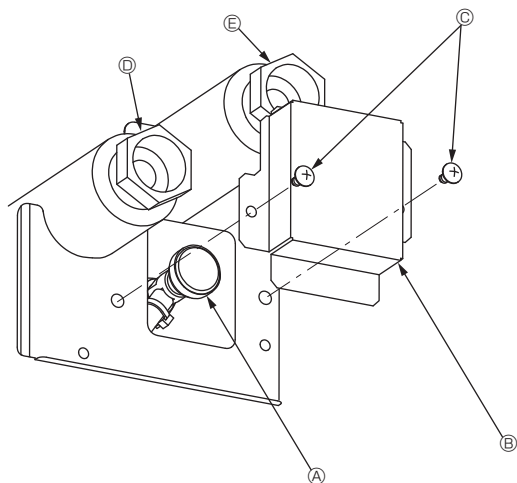

Fig. 7-1
7.2.2. Das Entlüftungsventil der Innenanlage (Fig. 7-1)
- ① Die Abdeckung des Entlüftungsventils entfernen.
- ② Den Knopf am Entlüftungsventil drehen, um Luft abzulassen.
- ④ Entlüftungsventil
- ⑥ Abdeckung des Entlüftungsventils (Anzugsdrehmoment: 1,3 ± 0,3 N·m)
- ③ Schraube
- ⑧ Auslass
- ⑤ Einlass